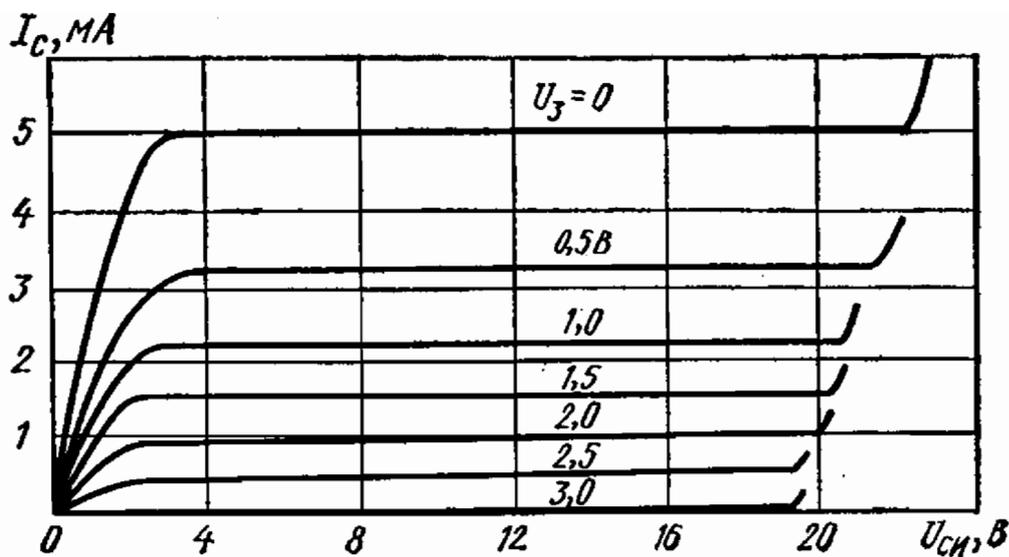

Рис. 13.7
13.7. Определить статическую крутизну характеристики $g = \frac{dI_c}{dU_3}$ полевого транзистора типа КП103Л по его выходным характеристикам (рис. 13.7) при $U_{сн} = 10$ В и $U_3 = 1,5$ В. Ответ. $g = 1,4$ мА/В.